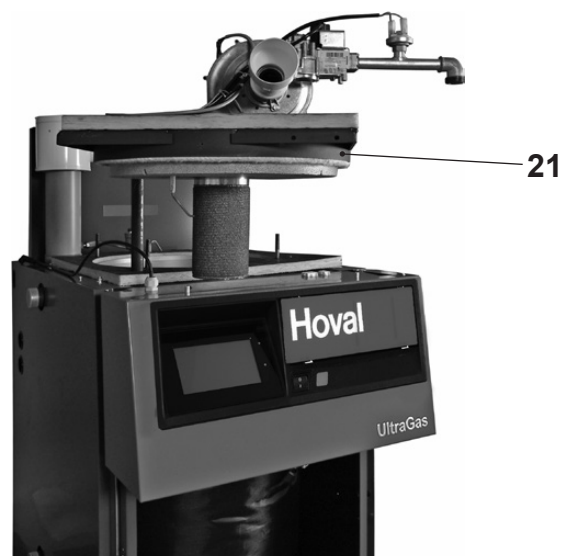

Fig. 24
8. Tirer le brûleur avec la porte de la chaudière vers le haut et les faire pivoter sur le côté (21, Fig. 24).